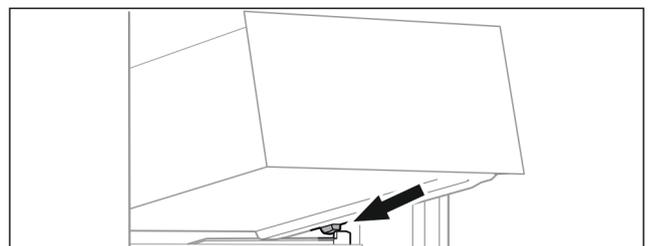

Fig. 69
- ▶ Applicare il cassetto inclinandolo dietro i fermi sulla nervatura del contenitore. (vedere Fig. 69)